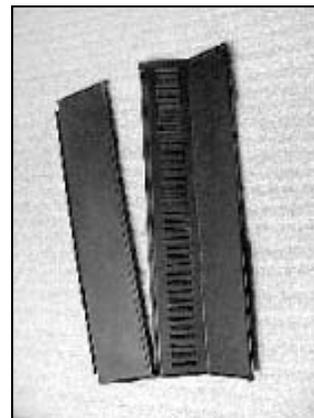

Figure 24.3
2. Placez le grand trou dans la partie inférieure du rideau latéral par dessus la vis installée à la **Figure 24.3**.